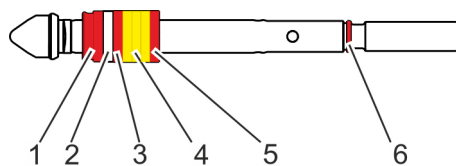

Fig. 44: Husillo con elementos de la junta de empaquetadura
- 16.▶ Quite la junta tórica (Fig. 44/6) del husillo.
- 17.▶ Quite el anillo rigidizador (Fig. 44/5) del husillo.
- 18.▶ Quite los anillos de empaquetadura (Fig. 44/4) del husillo.
- 19.▶ Quite el anillo rigidizador (Fig. 44/3) del husillo.
- 20.▶ Quite el anillo de apoyo (Fig. 44/2) del husillo.
- 21.▶ Quite el anillo del asiento trasero (Fig. 44/1) del husillo.